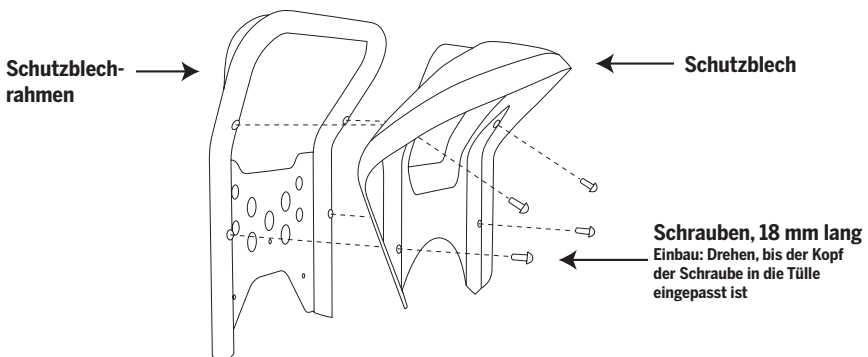

Abbildung 2. Schutzblech- und Schutzblechrahmen aus- oder einbauen
4. Ausbau des Schutzblechs vom Schutzblechrahmen: Entfernen Sie die (4) 18-mm-Schrauben mit einem 4-mm-Inbusschlüssel. Siehe Abbildung 2.
5. Wiedereinbau des Schutzblechs im Schutzblechrahmen: Drehen Sie die (4) 18 mm langen Schrauben (in diesem Kit enthalten) durch das Schutzblech in den Schutzblechrahmen. Ziehen Sie die Schrauben mit einem 4-mm-Inbusschlüssel an, bis der Kopf der Schraube ganz in die Tülle eingepasst ist. Drehen Sie sie anschließend um eine weitere halbe bis ganze Drehung.
6. Wiedereinbau der Schutzblech- und Rahmenbaugruppe in den PT: Drehen Sie die (3) 28 mm langen Schrauben (in diesem Kit enthalten) durch die Schutzblech- und Rahmenbaugruppe in die Abdeckung des Getriebegehäuses. Ziehen Sie die Schrauben mit einem 4-mm-Inbusschlüssel auf 6,0 N-m an.